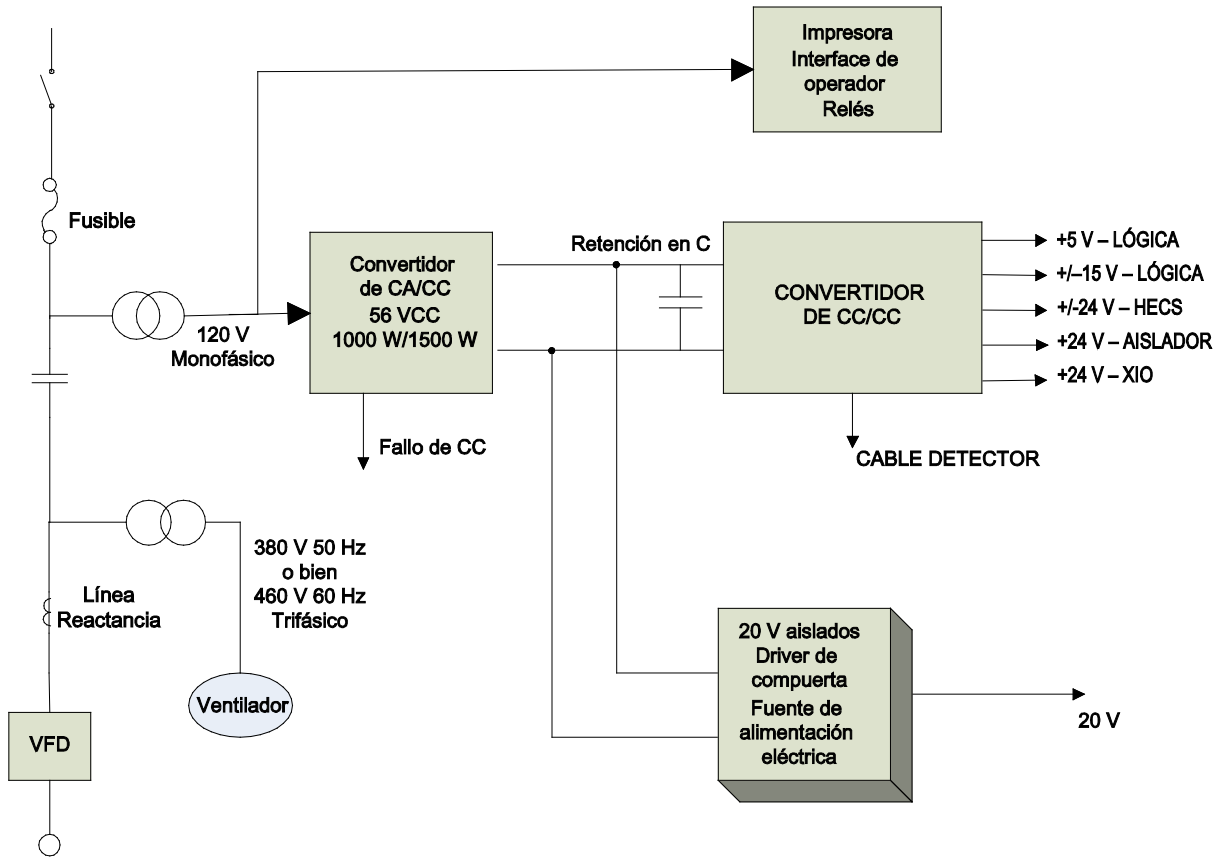

Figura 4.27 – Rectificador AFE con vínculo de CC DTD (configuración núm. 1)
– consulte la Figura 4.27
La Figura 4.27 ilustra la distribución de la alimentación eléctrica de control para los variadores AFE con arrancador/reactor de línea de arrancador.